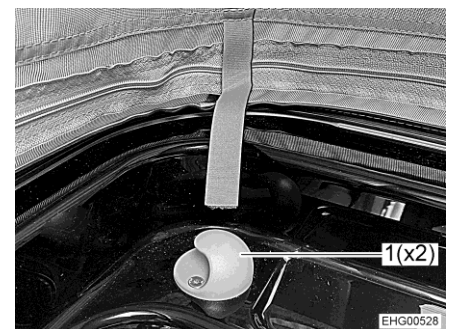

Bild 74 Hållare
- Haka fast skyddsnetet på de två hållarna (Bild 74,1).